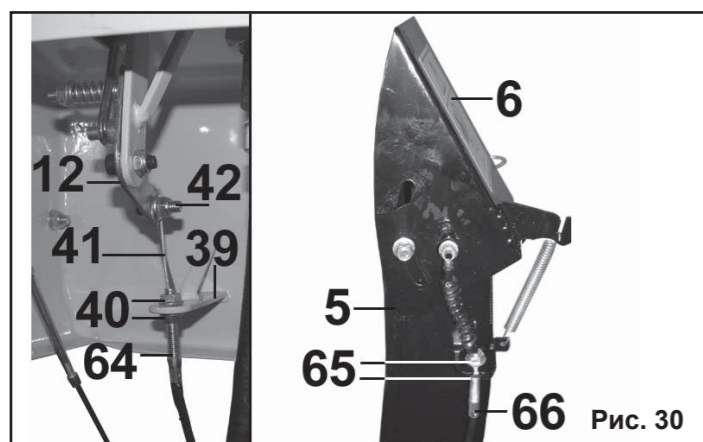

Рис. 30
**9.8. Регулировка тросика привода дефлектора желоба (Рис.30).**